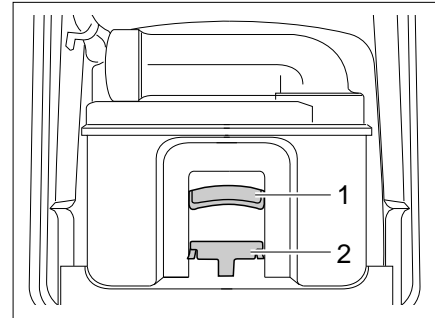

Bild 353 Thetford-Kassette
- Haltebügel (Bild 353,2) nach vorn ziehen um die Toiletten-Kassette zu entriegeln und Kassette am Griff (Bild 353,1) herausziehen.